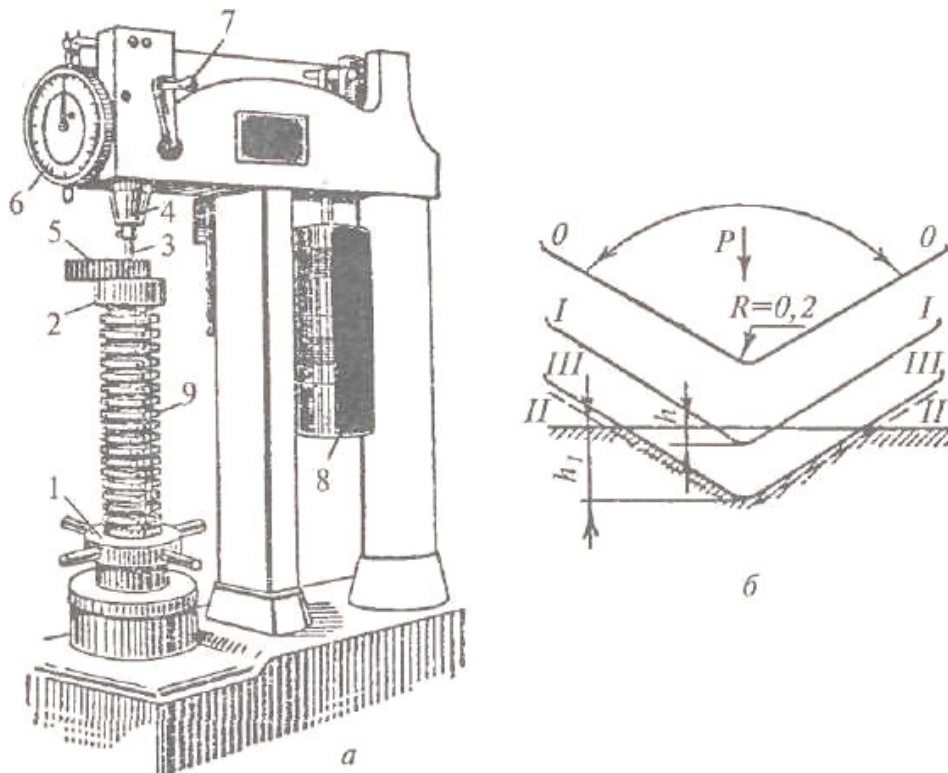

Рисунок 1.3- Определение твердости металла по Роквеллу
**Метод Роквелла** отличается от метода Бринелля тем, что измеряется не диаметр отпечатка (лунки), а его глубина. Чем больше глубина вдавливания, тем меньше твердость испытуемого образца (рис. 1.3).